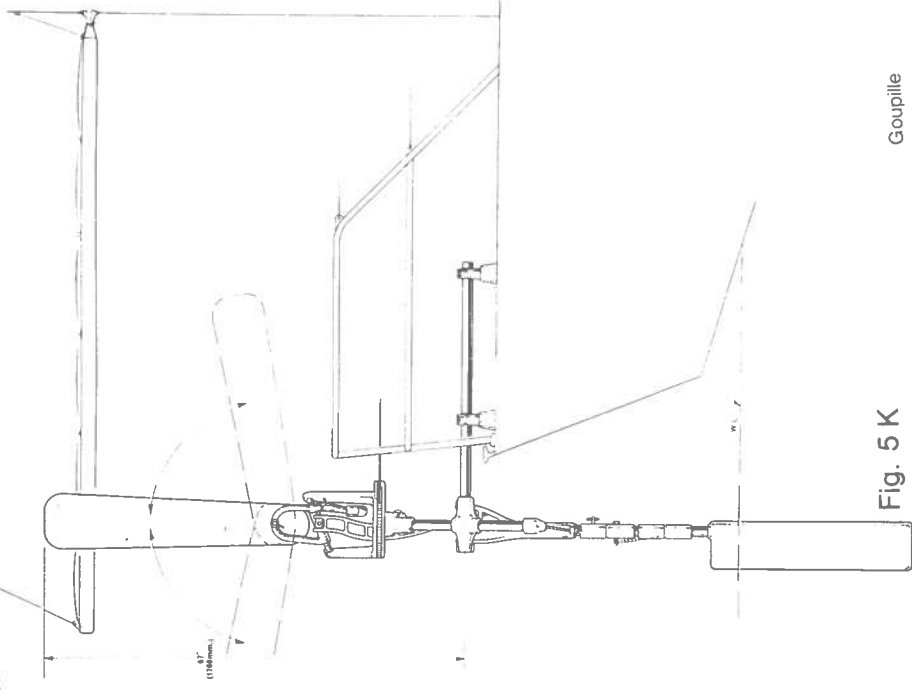

Fig. 5 K
- sur pont (fig. 5 K et 6 K) ;